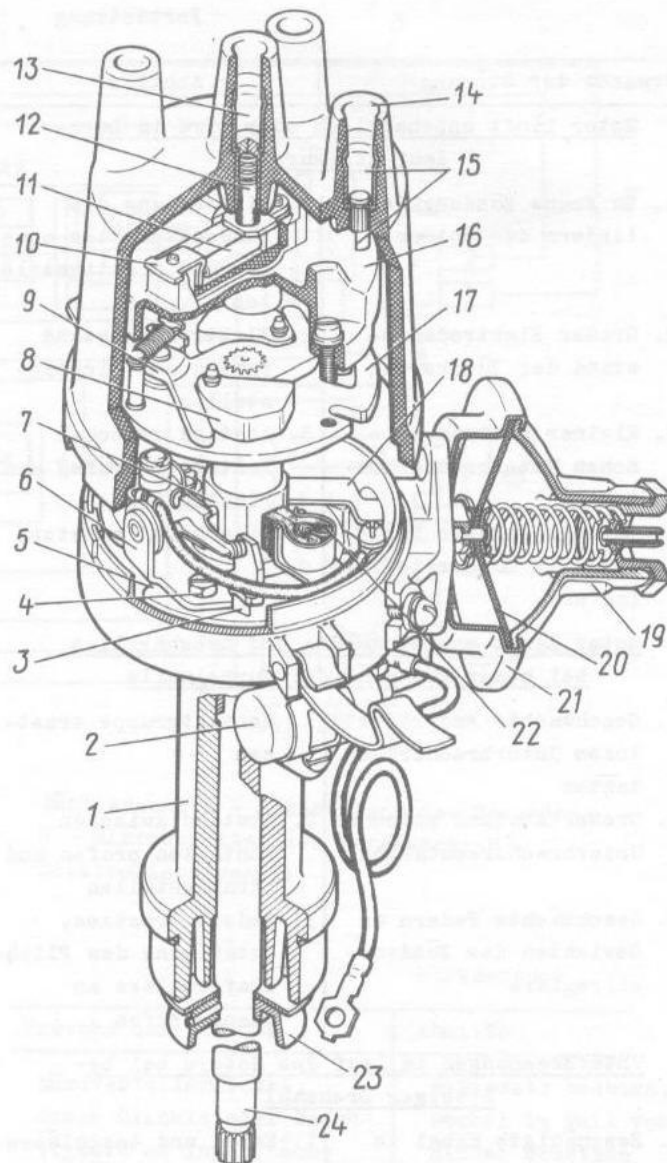

Bild 7-20. Zündverteiler 30.3706:
- die Größe des Abstandes mit Fühllehre prüfen; liegt der Abstand außerhalb des Bereichs 0,35-0,45 mm, so sind die Schrauben 4 (Bild 7-20) zu lockern, die Spitze eines Schraubenziehers in die Nut 3 zu stecken und die Unterbrecherstütze um das erforderliche Maß zu drehen. Nach der Regulierung die Schrauben 4 bis zum Anschlag festziehen.